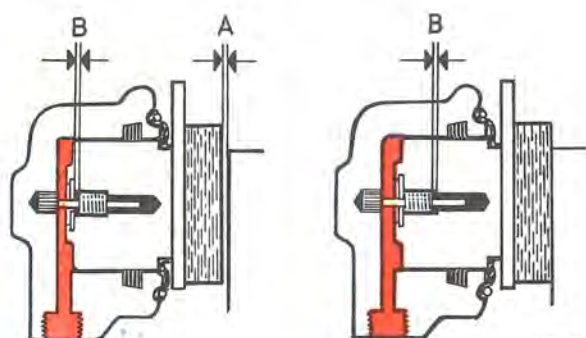
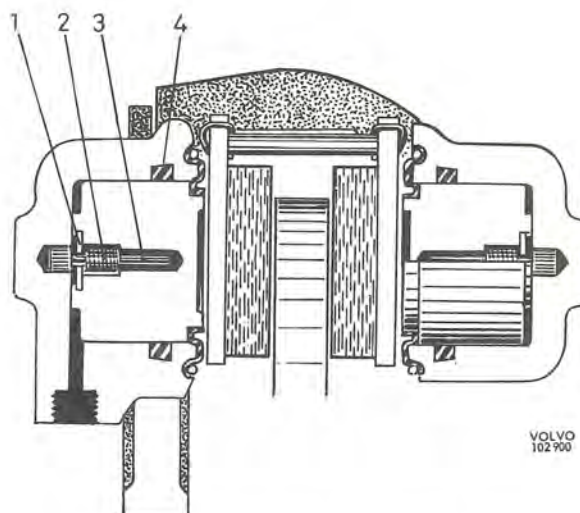

Bild 15. ASB-anordning, funktion
Bild 16. Bromsok med ASB-anordning
I mellanutförande har bakre bromsoket en så kallad ASB-anordning. Denna har till uppgift att hålla kolvarna och därmed bromsklotsarna på rätt avstånd från bromsskivan. Därmed förhindras att pedalreserven (avståndet till durken) för pedalens läge vid full bromsansättning minskar. Hur detta sker framgår under "Funktion." ASB-anordningen består av en fjäder (2 bild 16), bricka (1) vilken håller fast fjädern i kolven samt pinne (3) som är fastpressad i huset och på vilken fjädern löper med viss friktion.
Med bromsen i viloläge, se bild 15, finns ett spel "A" mellan bromsklotsen och bromsskivan samt ett spel "B" mellan brickan och fjädern. Vid bromsansättning pressas kolven och därmed bromsklotsen mot bromsskivan varvid spelet "A" försvinner. Var avståndet "A" större än "B" kommer brickan (1 bild 16) att vid ansättning dra med fjädern (2) i riktning mot bromsskivan.